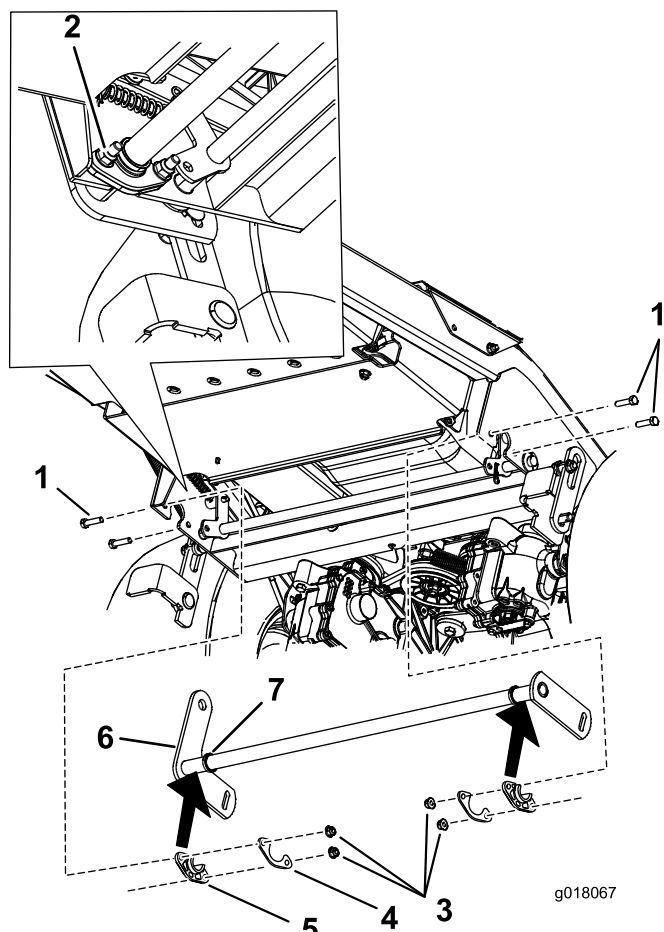

Figur 1
- Ta bort de fyra hårnålssprintarna och brickorna från däckhållarens lyftlänkar och ta bort länkarna från klippardäcket (Figur 1).